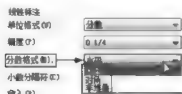

图 5-101
③ 分数格式 (F)：主要作用是确定分数的显示格式。该选项只有在“分数”格式时才起作用。“分数格式”列表为用户提供了“水平”“对角”和“非堆叠”3 种分数格式，如图 5-101 所示。